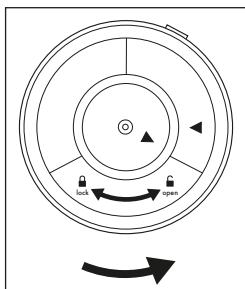

Fig. 1
2. Retournez l'appareil principal 7 sur la tête pour accéder à la fermeture du compartiment à piles 13. Tournez la fermeture du compartiment à piles 13 dans le sens antihoraire dans le sens **open** , jusqu'à pouvoir retirer la fermeture du compartiment à piles 13 (voir fig. 1).